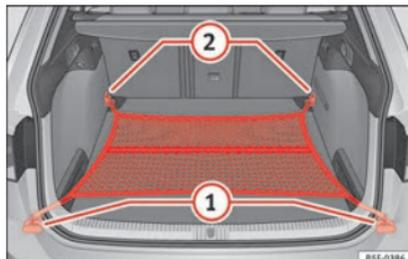

Abb. 134 Im Gepäckraum: flach eingehängtes Gepäckraumnetz (Modell LEON ST).
- Heben Sie ggf. die vorderen Verzurösen » **Abb. 134** ② an.
- Hängen Sie die Haken in die Verzurösen ② » **Abb. 134** ② an. Der Reißverschluss des Gepäckraumnetzes muss dabei nach oben zeigen.
- Hängen Sie die Haken in die Verzurösen ① ein.